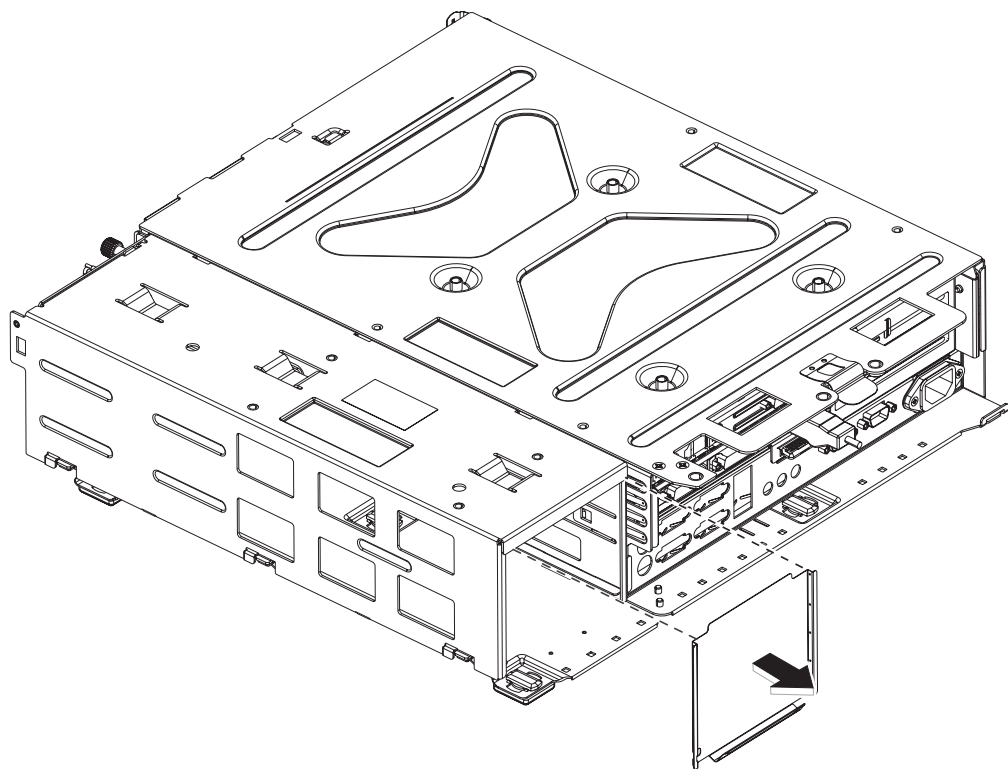

图 19. 卸下金属薄板
- a. 按照图 19 所示将部件放到运行位置。
- b. 要安装 UPS，请卸下金属薄板（请参阅图 19）。